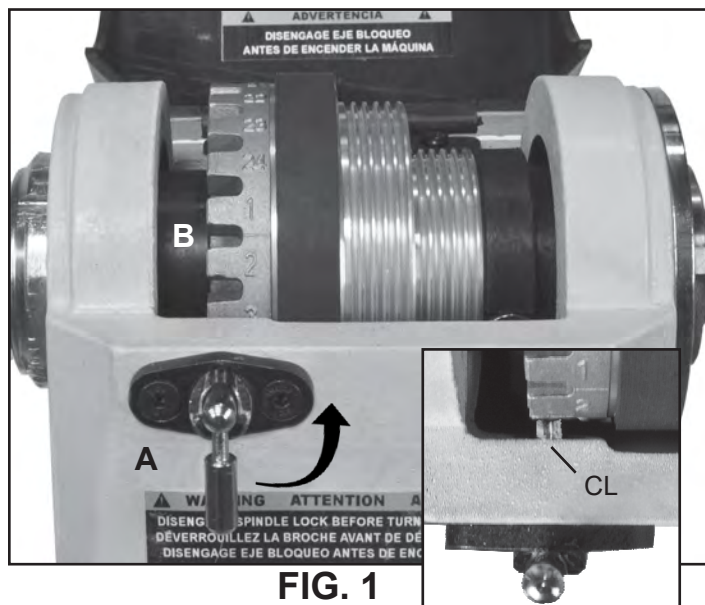

FIG. 1
**1. BLOQUEO DEL HUSILLO DEL CABEZAL FIJO:** El Montaje de la clavija de división con resorte (#29B, FIG. 1, A) se utiliza para posicionar el husillo para hacer trabajos con patrones precisamente espaciados, tales como estriar, acanalar, perforar, tallar detalles, hacer patrones de quemadura, y preparar diseños. Consulte la página 14 para más información sobre la indexación.
**2. AGUJEROS DE INDEXACIÓN EN EL CABEZAL FIJO:** (FIG. 1, B) La Polea del husillo más grande (#7B) tiene 24 agujeros situados alrededor de su lado izquierdo para fijar posiciones. Los agujeros tienen 15° entre sí y son marcados para referencia en todo el perímetro de la polea. Introduzca la clavija de división (A) en uno de los agujeros, y el husillo se bloqueará para que pueda trabajar en la pieza de trabajo. Consulte la página 14 para más información.